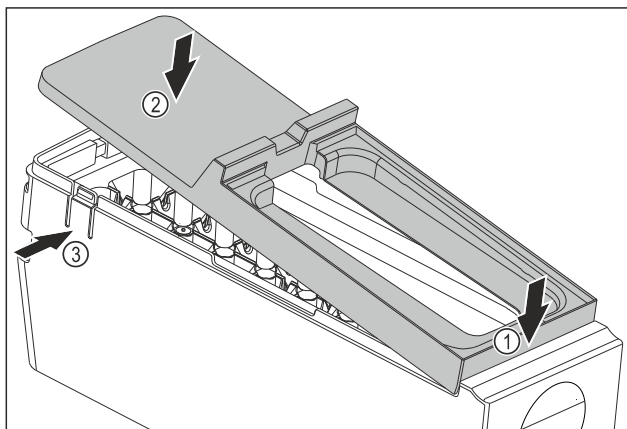

Fig. 108
- ▶ 安装 EasyTwist-Ice 机身的盖板：放置盖板前部。 Fig. 108 (1)
- ▶ 降下盖板后部。 Fig. 108 (2)
- ▶ 盖板卡入到两个接片 Fig. 108 (3)中，可以听见声音。